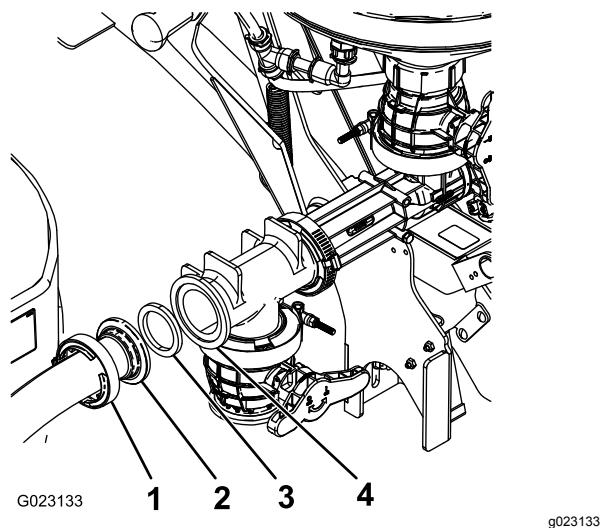

Рисунок 18
2. Присоедините другой конец шланга к отверстию эдуктора, направленному вперед, используя прокладку и шланговый хомут (Рисунок 18).